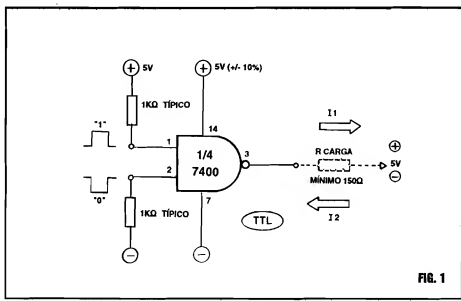

FIG. 1
- **FIG. 1 - UM GATE TÍPICO TTL** - Tomando como exemplo básico um **gate NAND** de 2 Entradas (1/4 de Integrado 7400...), observem, inicialmente, suas necessidades de alimentação (aplicada nos pinos 14 e 7, respectivamente para o **positivo** e **negativo**...), que deve situar-se em rigorosos **5V** (mais ou menos 10%). As Entradas interpretam como "baixo" ou "0", um nível de Tensão igual